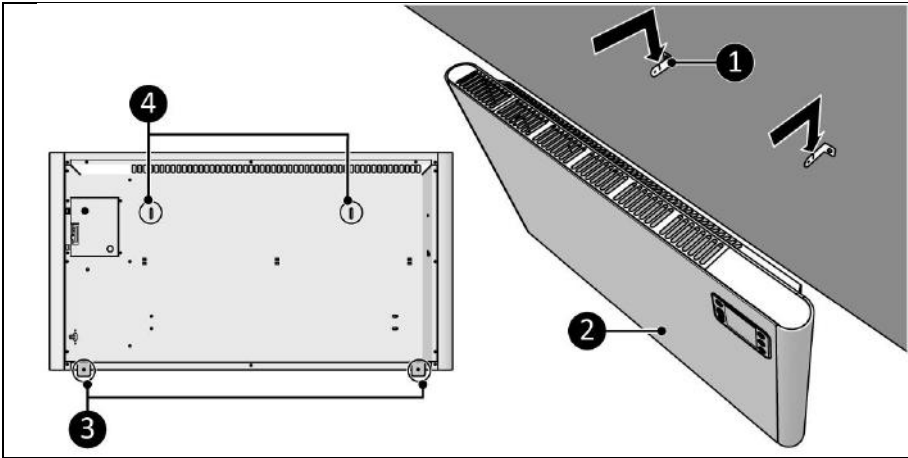

Abbildung 12
9. Platzieren Sie die Halterungslöcher (Abbildung 12, Pos. 4) über den Wandhaltern (Abbildung 12, Pos. 1).
10. Lassen Sie das Gerät (Abbildung 12, Pos. 2) in die Öffnungen der Wandhalterungen gleiten (Abbildung 12, Pos. 1).
11. Verwenden Sie die Gerätehalterungen (Abbildung 12, Pos. 3), um die Position des unteren Lochs an der Wand zu markieren.
12. Entfernen Sie das Gerät von den Wandhalterungen (Abbildung 12, Pos. 1).
14. Platzieren Sie das Gerät (Abbildung 12, Pos. 2) wieder auf die Wandhalterungen (Abbildung 12, Pos. 1).